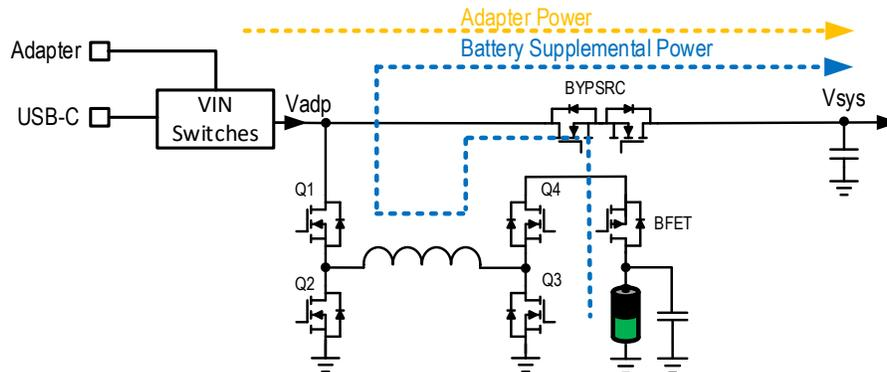

図 6. ルネサス HPBB チャージャ：リバース・ターボブースト・モード
- ii. 入力電力 < システム電力の場合：バッテリーから  $V_{adp}$  側に電力をポンプアップする必要があるため、バックブースト・チャージャはリバース・モードで動作し、バッテリーを放電します。バッテリー電力は入力電力と組み合わせられ、システムの電力をサポートします。このモードは「リバース・ターボブースト」モードとも呼ばれます。図 6 は HPBB モードでのその給電経路を示しています。